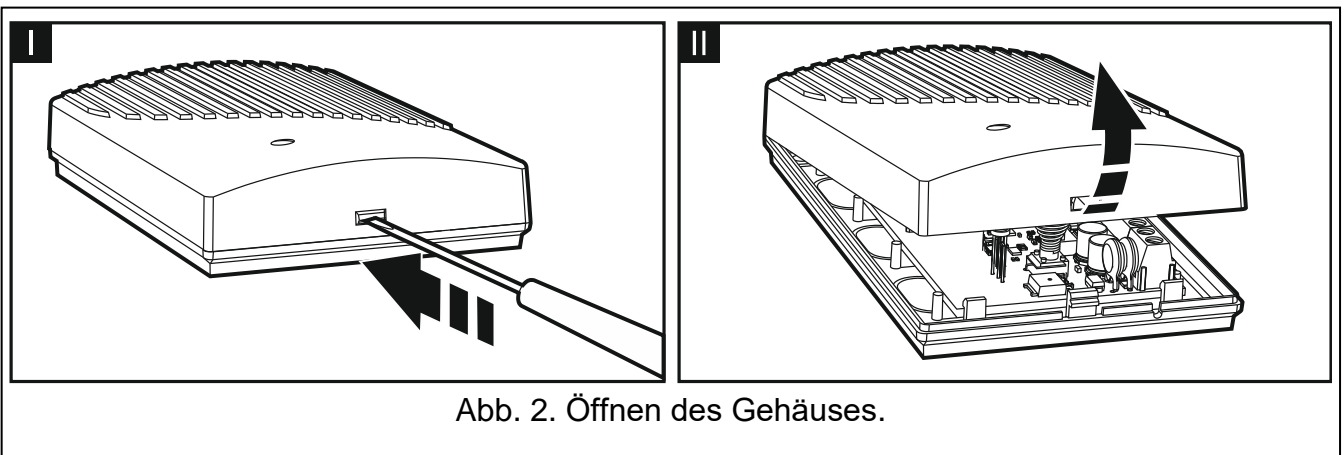

Abb. 2. Öffnen des Gehäuses.
1. Nehmen Sie den Gehäusedeckel ab (Abb. 2).